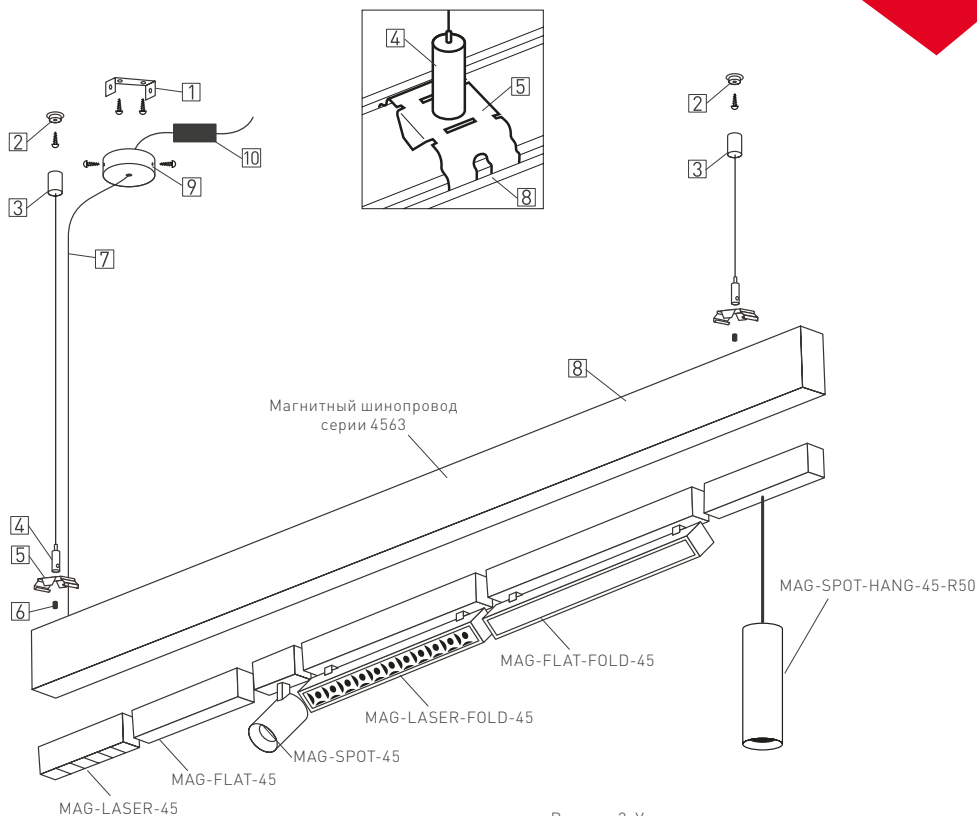

Рисунок 3. Установка шинопровода на подвес.
- 3.6. Закрепите на монтажной поверхности резьбовые втулки [2] из комплекта «Подвес MAG-HANG-45» и наверните на них ответные части с прорезями в них тросом [3] (здесь и далее см. рисунок 3).